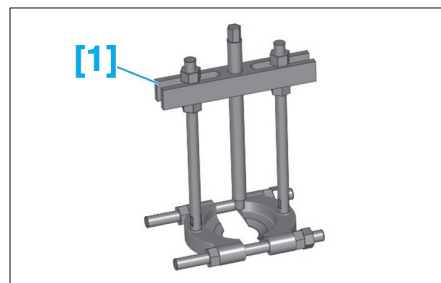

Fig. 27
- [1]. Extracteur (réf : FACOM U53) (Fig.27).